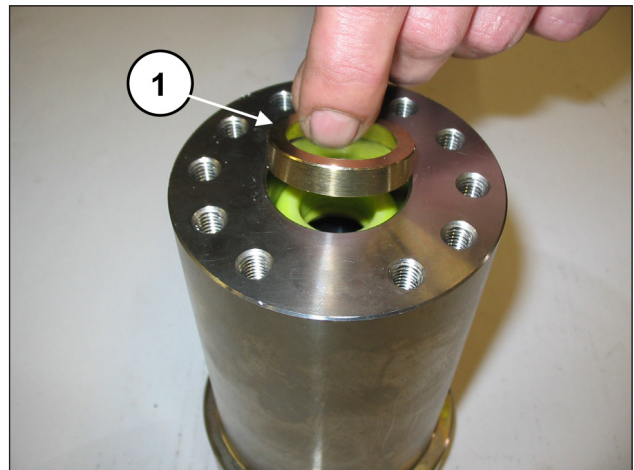
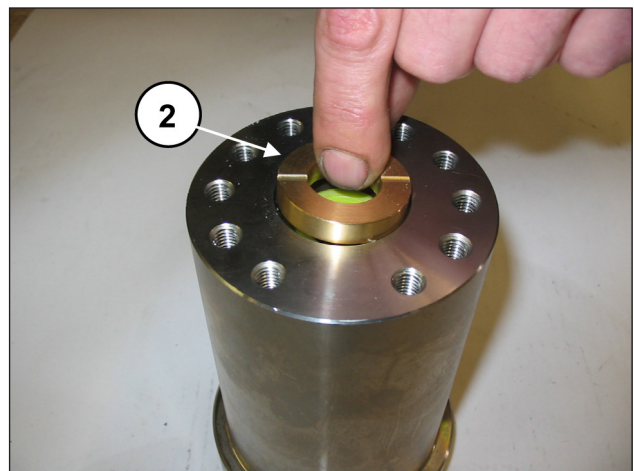
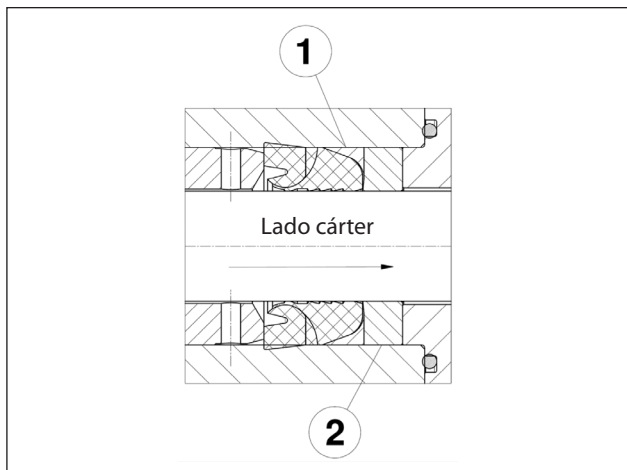

Fig. 136
Fig. 137
Fig. 138
Introducir la anilla anti extrusora y el casquillo de juntas (pos. ① y ②, Fig. 136, Fig. 137 y Fig. 138).
El casquillo de las juntas ② se ha de introducir en la camisa con las dos descargas orientadas hacia el exterior (lado cárter) como se indica en la Fig. 137.